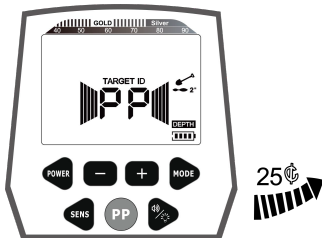

Fig.15
- b. Coja una moneda de plata de 25 ¢ y deje que se acerque lentamente a la bobina de búsqueda. En la posición de aproximadamente 7" a 8", el primer conjunto de cursores de intensidad de señal comienza a aparecer, el sonido se hace más fuerte y el tono se hace más alto. Continúe moviendo la moneda de plata de 25 ¢, el cursor de intensidad de señal se llena rápidamente, el sonido es más fuerte y, a continuación, el cursor de profundidad indica la profundidad hacia abajo hasta que sólo queda uno, lo que indica que el metal se está acercando gradualmente al centro de la bobina de búsqueda. (Ver Fig.15)